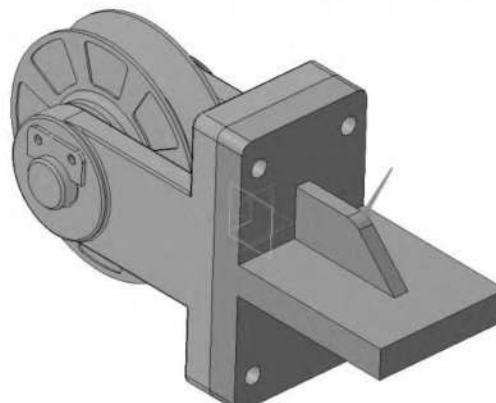

Рисунок 3.60. Построение скруглений на детали «Кронштейн»
4.5 На ребре жесткости постройте скругление  радиусом 20 мм (рисунок 3.60).